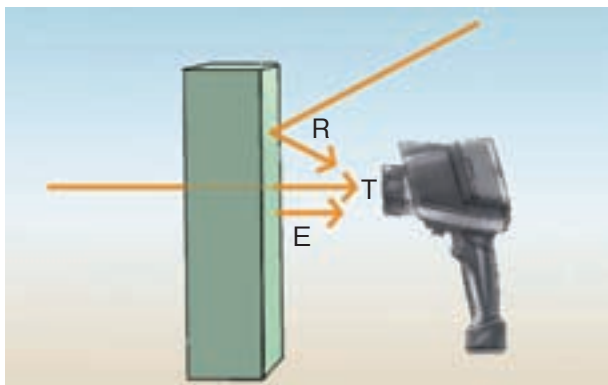

図 1.1：放射 (E)、反射 (R)、透過 (T)
- 測定対象物から放射される赤外線（P.6 の図 1.1 の E）
- 測定対象物が反射する周辺からの赤外線（P.6 の図 1.1 の R）
- 測定対象物の裏側から透過する赤外線（P.6 の図 1.1 の T）